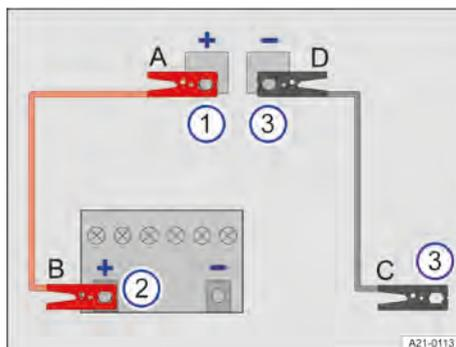

Fig. 166 Esquema para conexão dos cabos auxiliares de partida.
Conectar o cabo auxiliar de partida somente na sequência **A - B - C - D** → Fig. 166.
2. Remover a cobertura do polo positivo da bateria do veículo 12 V → Fig. 166 ① → ▲.
4. Conectar a outra extremidade do cabo auxiliar de partida *vermelho B* ao polo positivo (+) do veículo fornecedor de corrente elétrica → Fig. 166 ②.
5. Conectar uma extremidade do cabo auxiliar de partida *preto C*, de preferência, em um ponto de auxílio da partida (ponto de aterramento), ou então, em uma peça metálica maciça firmemente aparafusada com o bloco do motor ou no próprio bloco do motor do veículo que gera corrente → Fig. 166 ③.
6. Conectar a outra extremidade do cabo auxiliar de partida *preto D* do veículo híbrido com a bateria 12 V do veículo descarregada, de preferência, em um ponto de auxílio da partida (ponto de aterramento), ou então, em uma peça maciça de metal parafusada firmemente com o bloco do motor ou no próprio bloco do motor → Fig. 166 ③ → ▲.
3. Desconectar o cabo auxiliar de partida com o motor em funcionamento somente na sequência **D - C - B - A** → Fig. 166.